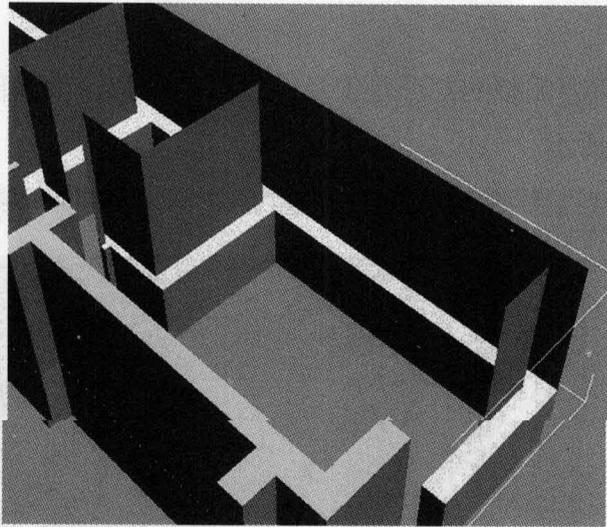
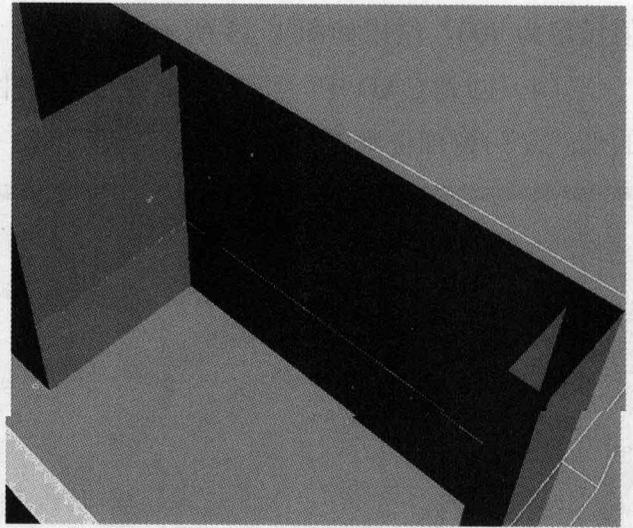

图 1-17
图 1-18
(2) 有时在操作过程中会出现以下情况, 如图 1-17 和图 1-18 所示。
1) 补救法。将发现的未闭合的墙体赋予一个双面材质，这样可以达到如图 1-18 所示的效果，虽然上下两端未能闭合，但建筑效果图主要是看立面效果，所以称之为补救法，比较高效。